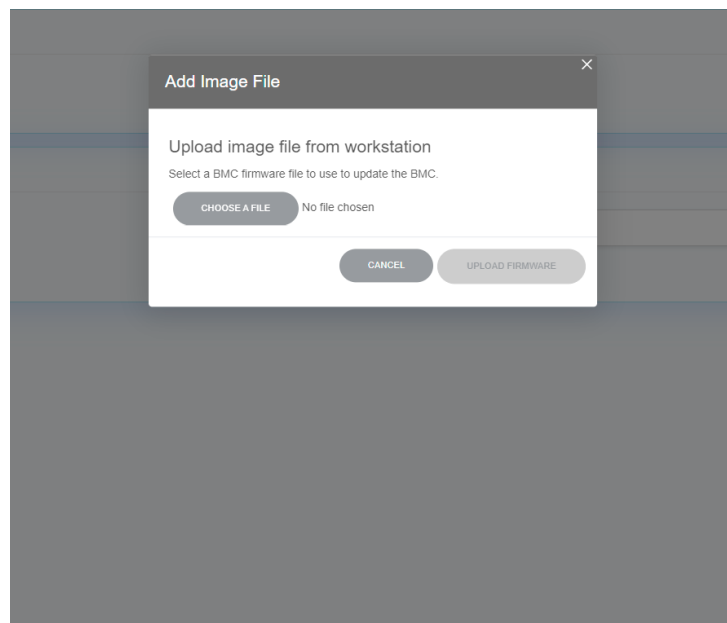

Рис. 75. Окно добавления новой прошивки
- 3) В поле «Образ прошивки» нажмите на кнопку «Добавить Файл Образа С Рабочей Станции». Окно показано на рис. 75 Окно добавления новой прошивки.